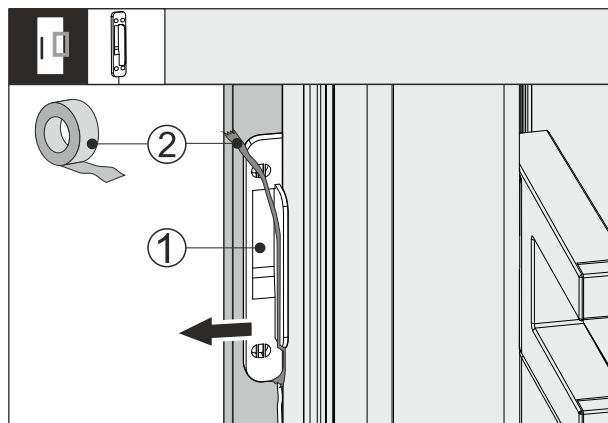

Fig. 64
- Lossa tejp Fig. 64 [2] på knackningssensorn Fig. 64 [1].